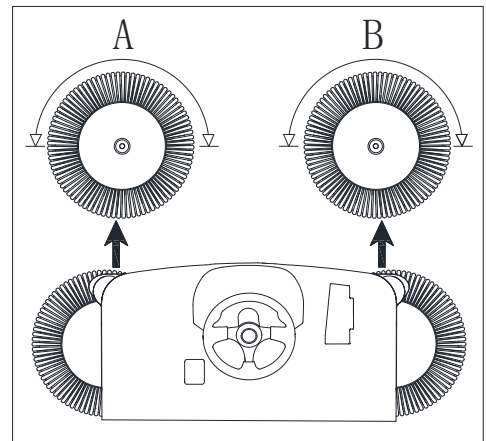
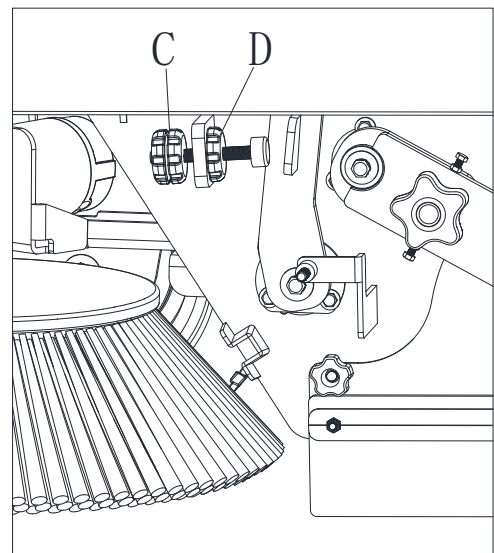

Figure 28
Figure 29
- Vérifiez que les empreintes de la brosse latérale sont comme indiqué sur la figure (A et B, figure 28).
5. Réglez le dispositif de réglage de la brosse latérale (C, figure 29) jusqu'à ce que l'empreinte appropriée (A et B, figure 28) soit obtenue. Fixez ensuite le dispositif de réglage avec la bague fileté (D, figure 29).